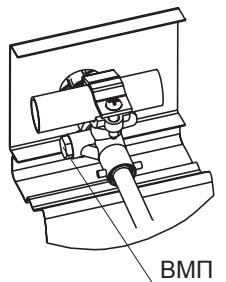

рис. 4
10.2. Замена винтов малого пламени (ВМП) в кранах (рис. 4):